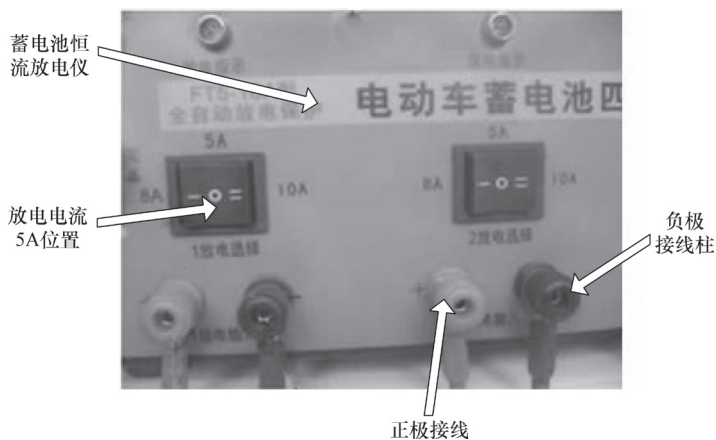

图 6-7 用蓄电池放电仪放电
② 根据单体蓄电池的容量 12V、10Ah，选取放电电流 5A，放电电流挡的选取开关如图 6-7 所示。